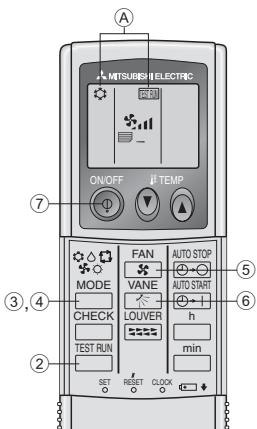

Рис. 7-2
7.2.2. Использование беспроводного пульта дистанционного управления (Рис. 7-2)
- ① Включите питание блока по крайней мере за 12 часов до начала испытаний.
- ② Дважды нажмите кнопку TEST RUN. (Начните данную операцию с выключенным дисплеем пульта дистанционного управления.)
- ③ На дисплее появится индикация TEST RUN и индикация текущего режима работы.
- ④ Нажмите кнопку MODE (⊗ Δ ⊕ ○ ⊖), чтобы активизировать режим COOL, затем проверьте исправность выдува холодного воздуха из прибора.
- ⑤ Нажмите кнопку MODE (⊗ Δ ⊕ ○ ⊖), чтобы активизировать режим HEAT, затем проверьте исправность выдува теплого воздуха из прибора.
- ⑥ Нажмите кнопку VANE и проверьте, изменяется ли скорость вращения вентилятора.
- ⑦ Для остановки пробного прогона нажмите кнопку ON/OFF (ВКЛ./ВЫКЛ.).